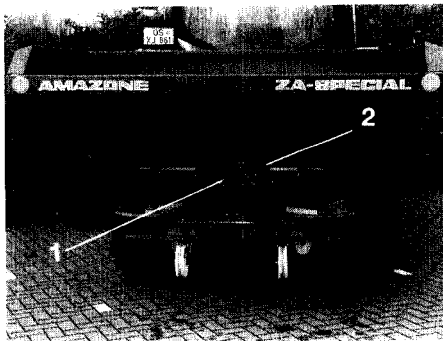
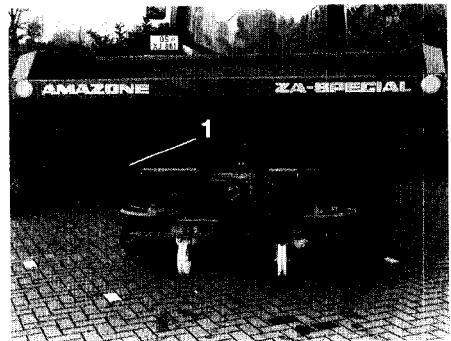

Fig. 7.15
Fig. 7.16
- Grenzstreuschirm (7.15/1) nach Lösen der Knebelmutter (7.15/2) von Außerbetriebs- (Fig. 7.15) in Betriebsstellung (Fig. 7.16) herunterschwenken.